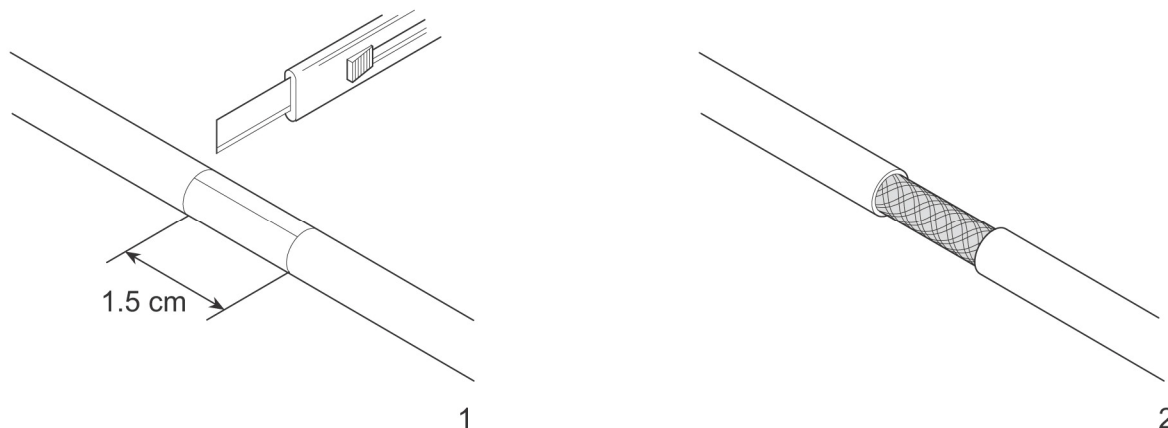

Abbildung 36. Verbindung eines Netzkabels mit einem Erdungsstreifen
1. Schließen Sie den Netzwerkstecker an den Netzwerk-Switch an (12).
4. Isolieren Sie ca. 1,5 cm Isolation an der markierten Stelle des Netzkabels (abb. 36, Seite 5-28) ab (1) und (2).